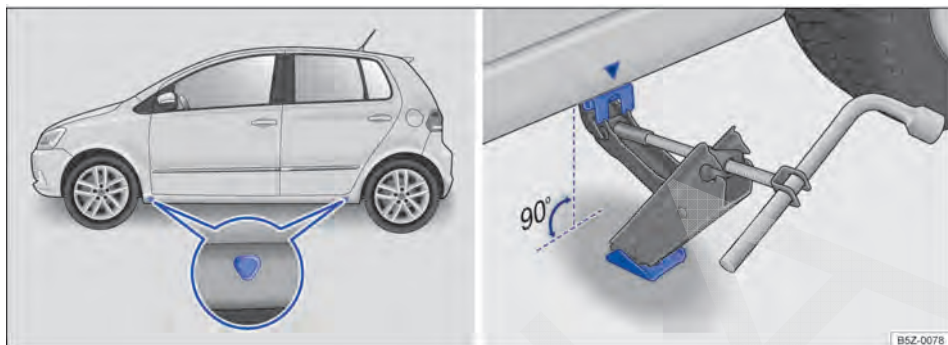

Fig. 165 Pontos de apoio do macaco e macaco posicionado no lado esquerdo traseiro do veículo.
A figura $\Rightarrow$ Fig. 165 ilustra, como exemplo, as indicações do modelo Novo Fox. O modelo Novo Fox Pepper segue o mesmo conceito.
O macaco somente pode ser posicionado nos pontos de apoio indicados (marcação na carroceria) $\Rightarrow$ Fig. 165. É válido o ponto de apoio localizado próximo à roda correspondente $\Rightarrow$.
6. Procurar sob o veículo o ponto de apoio do macaco $\Rightarrow$ Fig. 165 mais próximo da roda a ser trocada.
8. Garantir que a base do macaco, com toda sua superfície, esteja sobre o chão e que a base se encontre perpendicularmente abaixo do ponto de colocação $\Rightarrow$ Fig. 165.
9. Alinhar o macaco e, simultaneamente, levantar a garra do macaco até ela se encaixar na travessa debaixo do veículo $\Rightarrow$ Fig. 165.
- Posicionar o macaco somente nos pontos indicados. A garra do macaco deve se encaixar no perfil da longarina de forma segura ⇒ **Fig. 165**.